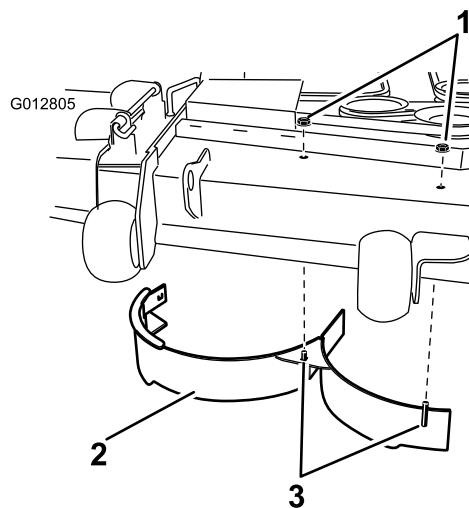

Figura 34
10. Rimuovete i due dadi di bloccaggio (5/16 pollice) fissati sui perni saldati del deflettore destro in posizione centrale e destra, sulla parte superiore del piatto di taglio (Figura 34). Staccate il deflettore destro dal piatto di taglio.